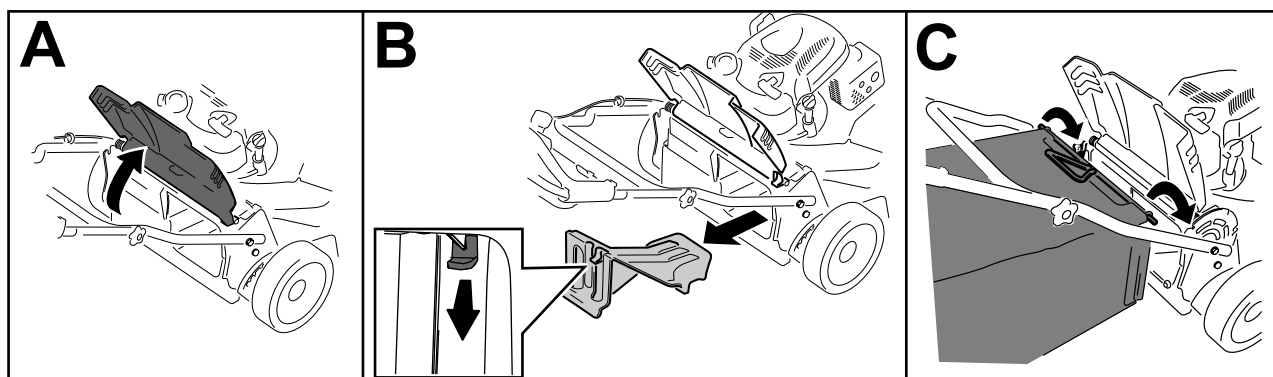

Figura 24
1. Sollevate lo sportello posteriore e tenetelo sollevato (riquadro A della Figura 24).
2. Rimuovete il coperchio di scarico posteriore abbassando il fermo con il pollice ed estraendo il coperchio dalla macchina (B della Figura 24).
3. Installate l'asta del cesto nelle tacche alla base della stegola e fate oscillare il cesto avanti e indietro per accertarvi che l'asta sia posizionata in fondo a entrambe le tacche; (riquadro C della Figura 24)